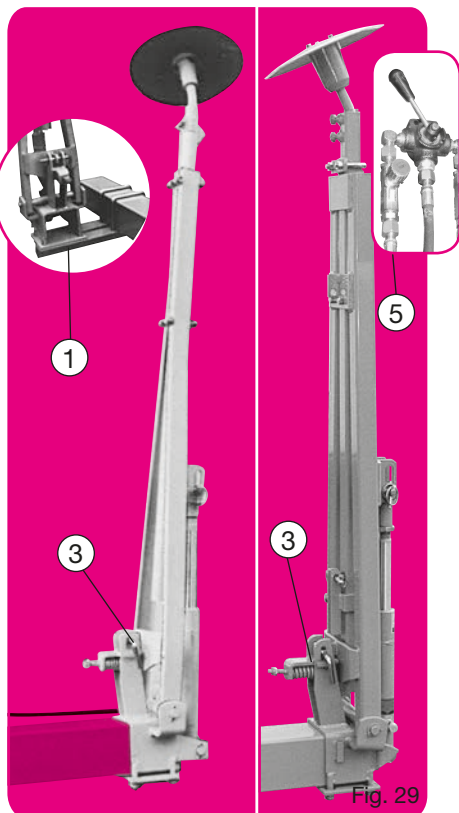

Fig. 29
Fig. 29. Rayonneur hydraulique standard pour châssis de 4,50 m et 6,10 m. Normalement ces rayonneurs se fixent en bout de barre porte-outils mais ils peuvent sur demande être livrés avec support spécial (1) les positionnant en avant de la barre porte-outils pour un repérage rapproché (dans le cas d'inter-rangs réduits par exemple).
Fig. 29. Standard hydraulic row markers for frames of 4,5 m (14'9") and 6 m (20'). Normally these row markers are mounted at the end of the toolbar, but on special request they can be supplied with a special mounting bracket that positions the row marker in front of the toolbar (for example in the case of narrow rows).
Abb. 29. Hydraulische Spuranzeiger für Rahmen 4,5 m und 6 m. Normal sind die Spuranzeiger an den Enden der Rahmen befestigt. Auf Anfrage kann ein Spezialrahmen (1) geliefert werden, wo die Spuranzeiger vor dem Hauptrahmen montiert werden können (speziell für enge Reihen).
Fig. 29. Standaard hydraulische markeurs voor frames van 4,50 m en 6,10 m. Normaal worden deze markeurs gemonteerd op het uiteinde van de draagbalk. Op aanvraag is het mogelijk deze te leveren met een speciale houder (1). Met deze houder worden de markeurs vóór de draagbalk geplaatst (bv. bij kleine rij-afstanden).